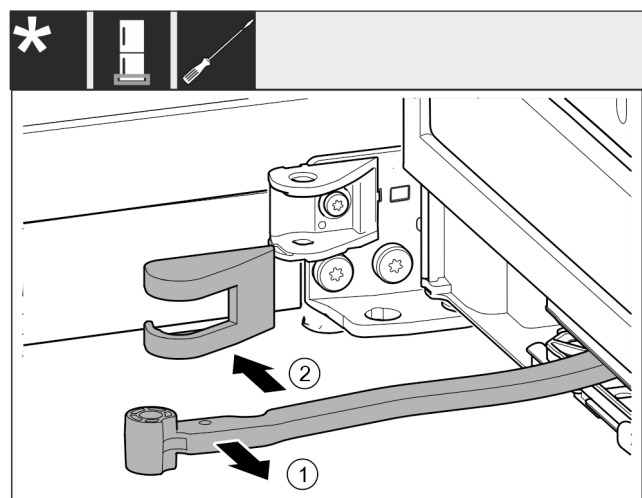

Fig. 14
- ▶ Поверніть шарнір у напрямку дверцят. Fig. 14 (1)
- ▶ Зніміть кришку опорного кронштейна. Fig. 14 (2)